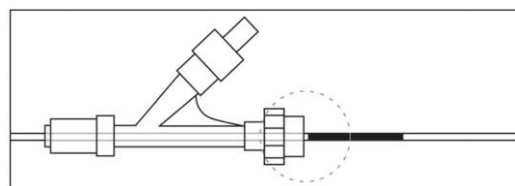

図 1
9. X 線不透過マーカが回転式止血弁に揃うまで、デリバリープッシャーを進める(図 1)。この時点で X 線透視によるガイドを開始する。